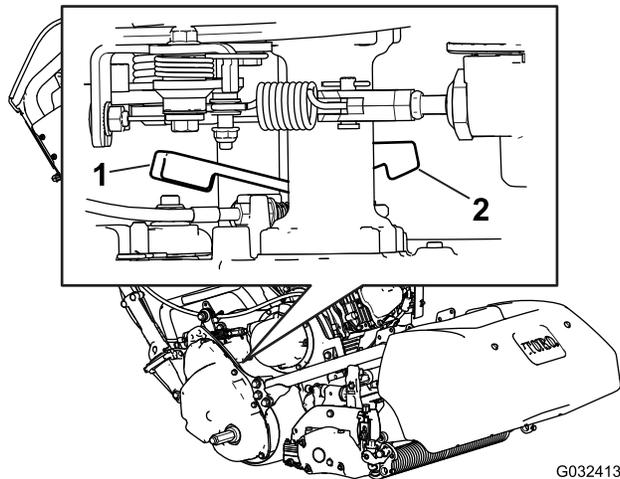

Рисунок 30
1. В правом заднем углу машины найдите рядом с барабаном корпуса привода рычаг включения/выключения тягового привода (Рисунок 30).